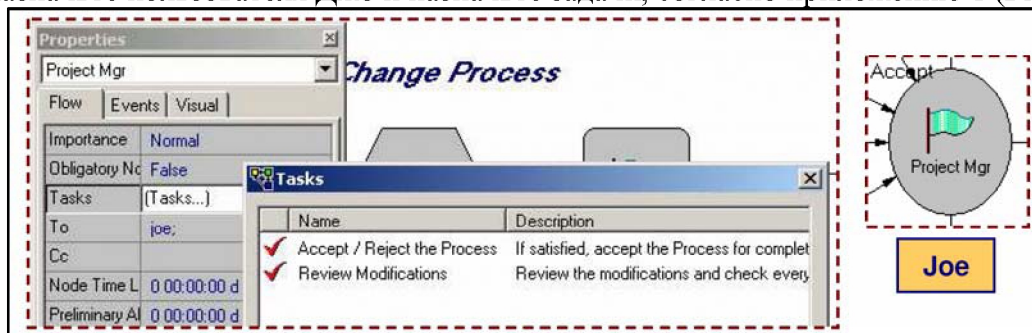

Рис.39. .
- Назначьте пользователя Джо и назначьте задачи, согласно приложению 1 (Рис.39).